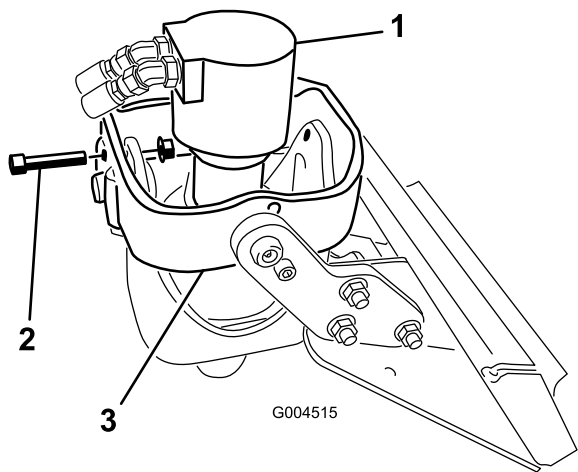

图 4
- B. 垂直放置驱动头将螺栓 $\frac{1}{2} \times 2\frac{1}{2}$ 英寸滑入前托架臂上的孔中然后用法兰螺母 $\frac{1}{2}$ 英寸轻轻固定如图 4 所示。